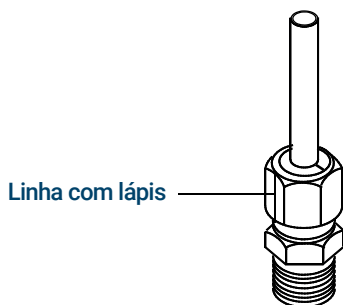

Figura 18. Marcar a conexão
- Marque uma linha com lápis na porca. Consulte **Figura 18**.